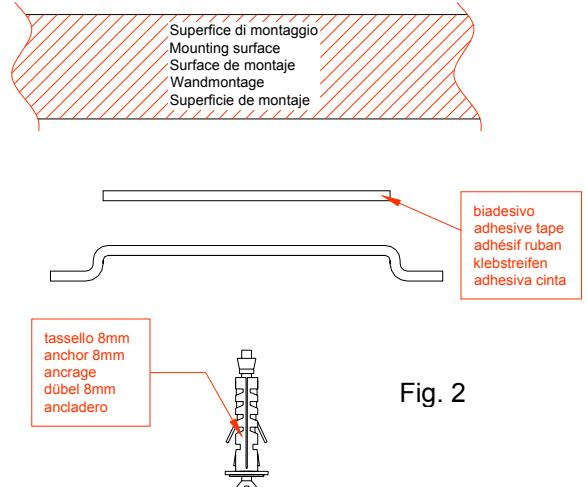

Fig. 2
- Fixer l'étrier métallique à l'aide de la vis fournie, comme indiqué fig. 2;